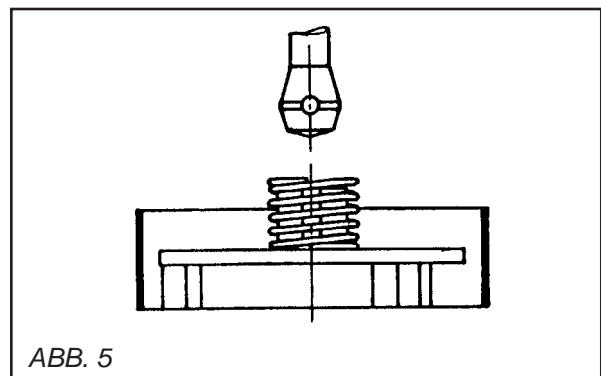

ABB. 5
**Befestigung der Platte [Siehe Abb. 5]:**